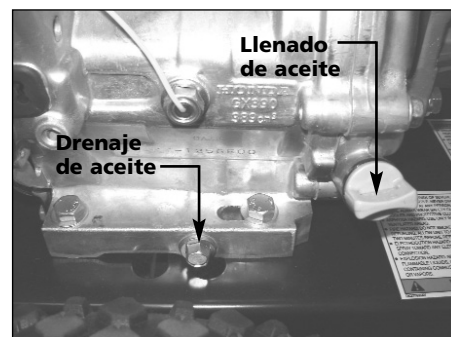

Figura 15 - Puntos de drenaje y llenado
- Localice y retire el tapón de drenaje de aceite del motor (vea la figura 15).